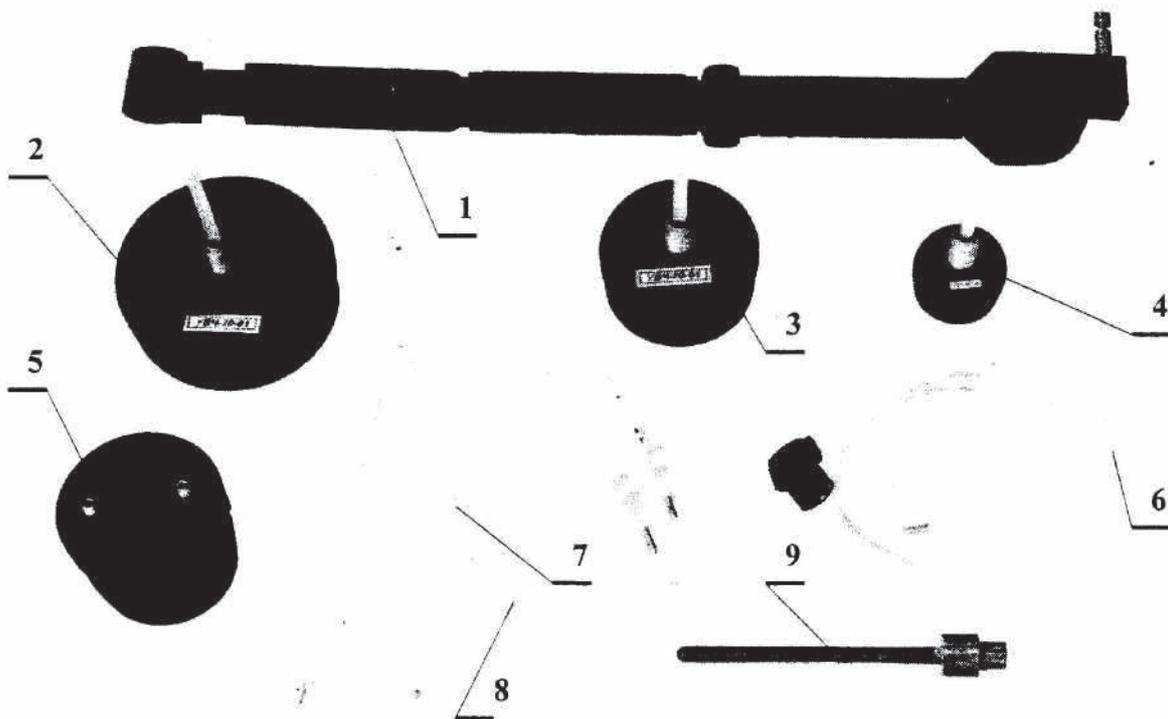

Рис.6
8.1.5. Возьмите из комплекта аппарата (рис.6) электрододержатели 1 - 2 шт., электроды 2 (3 или 4) - 2 шт., вывод 6 - 1 шт., планки 8 - 3 шт. и осуществите сборку, соединение и подключение к аппарату как указано на рис.7а. Для облегчения операции сборки воспользуйтесь рис.5а.
8.2.2. Возьмите из комплекта аппарата (рис.6) электрододержатель 1 - 1шт., индуктор резонансный 5, вывод 7 и осуществите сборку, соединения и подключение к аппарату как указано на рис. 7б. Для облегчения операции сборки воспользуйтесь рис. 5б.